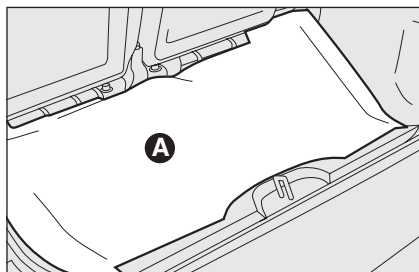

fig. 3
- ☐ levez le tapis du coffre à bagages **A-fig. 3**;
- ☐ rangez la petite roue de secours **D-fig. 3** dans l'espace ménagé dans le coffre;